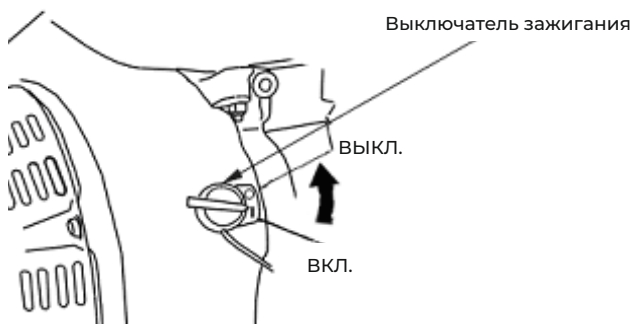

Рис. 19
2. Переведите выключатель зажигания в положение «OFF» - выключено (рис. 19).